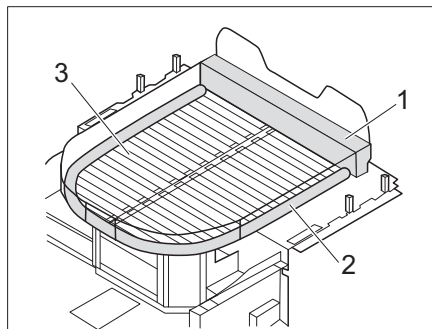

Fig. 182 Lit avec rallonge de matelas (avec matelas supplémentaire et sommier)
■ Installer des matelas supplémentaires (Fig. 182, 1 et 2) à l'avant et autour du lit Queen.
■ Déployer le sommier (Fig. 182,3).